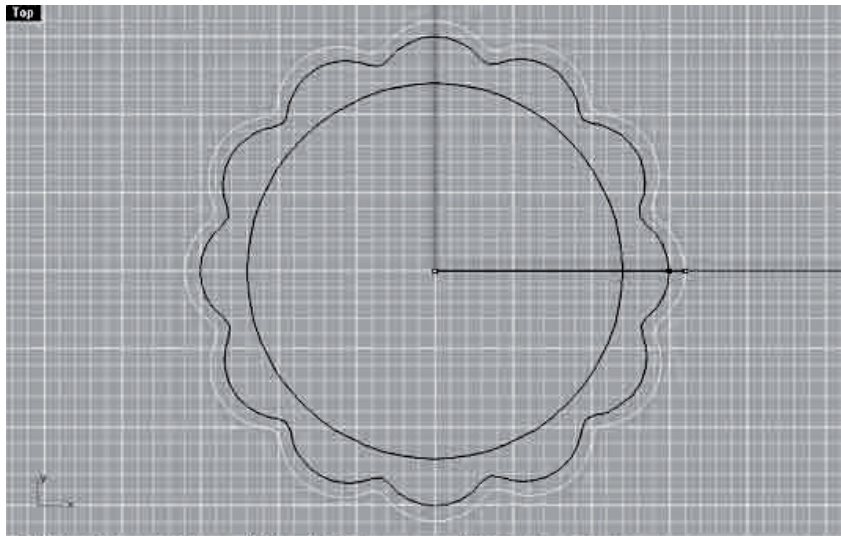

Рис. 58. Дублирование контура и его объединение
4. Скругляем немного дуги, используя команду *Fillet* из меню *Curve*. Вначале выбираем первую, потом вторую дугу, и так все по очереди. Следующим шагом объединяем их в одну кривую, используя команду *Join* из меню *Edit* (рис. 58).